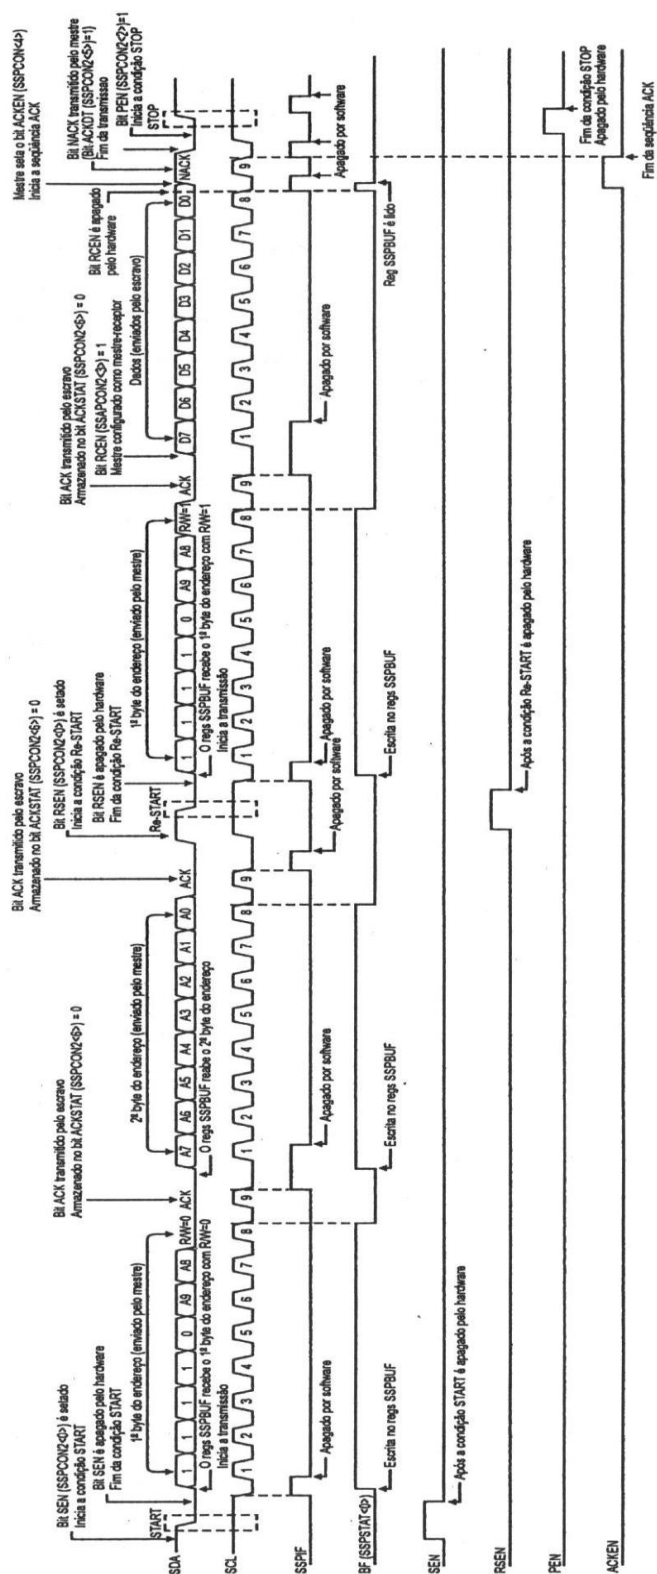

Figura 8.29: Temporização I²C modo Mestre na recepção e endereço de 10 bits.
- D)** O mestre escreve no registro SSPBUF<7:1> a parte alta do endereço do escravo (11110:A9:A8) com o qual deseja se comunicar, (veja **Figura 8.29**). Logo após, é transferido para o registro de deslocamento SSPSR para então
- E)** Logo após a escrita no registro SSPBUF, teremos o bit BF (SSPSTAT<0>) setado e se mantém assim até a transmissão do oitavo pulso de clock quando é automaticamente apagado pelo hardware (BF = 0). Veja **Figura 8.29**.
- B)** Logo após a escrita no registro SSPBUF, teremos o bit BF (SSPSTAT<0>) setado e se mantém assim até a transmissão do oitavo bit ou oitavo pulso de clock quando é automaticamente apagado pelo hardware (BF = 0). Veja na **Figura 8.29**.
A sub-rotina abaixo mostra uma recepção de um byte de dados com endereçamento de 10 bits e a temporização é vista na **Figura 8.29**.